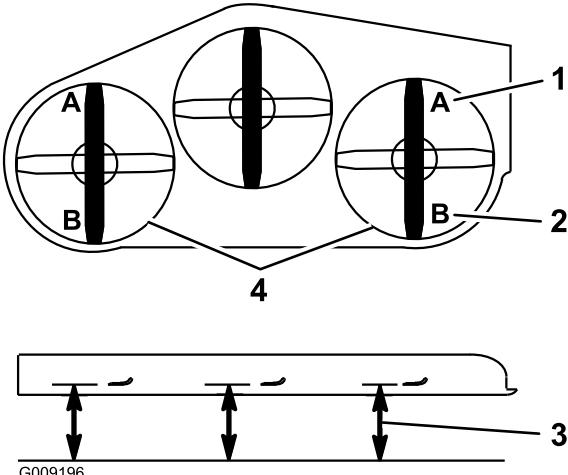

Figure 70
9. De chaque côté du plateau de coupe, mesurez la distance entre la surface plane et la pointe avant de la lame (position A). On doit obtenir un écart de 7,6 cm (Figure 70).
- De chaque côté du plateau de coupe, mesurez la distance entre la surface plane et la pointe arrière de la lame (position B). On doit obtenir un écart de 8,3 cm (Figure 70).